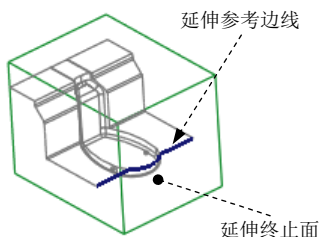

图 26.15 延伸参考边线
(1) 选取图 26.15 所示的复制曲面的边线。
(2) 单击 **分型面** 功能选项卡 **编辑** ▾ 区域中的  延伸按钮, 此时出现 **延伸** 操控板。
(3) 选取延伸的终止面。在操控板中按下  按钮, 选取图 26.15 所示的坯料表面为延伸的终止面。
(4) 在 **延伸** 操控板中单击  按钮。完成延伸曲面的创建。
(5) 在“分型面”选项卡中单击“确定”按钮  , 完成分型面的创建。